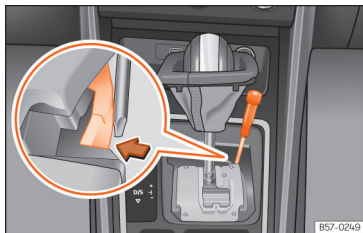

Fig. 93 Alavanca seletora: desbloqueio de emergência na posição de estacionamento.
- Com a ajuda da parte plana de uma chave de fendas, pressione lateralmente a patilha amarela e mantenha-a pressionada >>> Fig. 93.